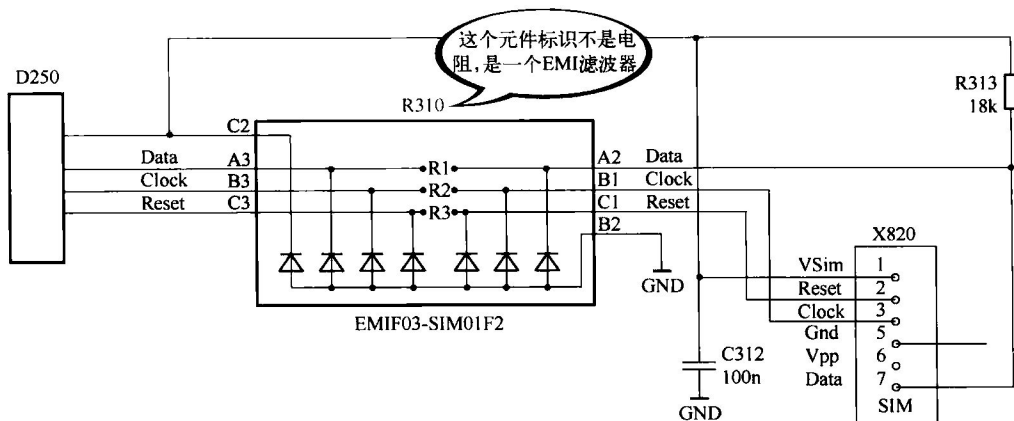

图 1.1 标识为“R”的元件不一定是电阻
1. 在某些时候,以“R”来标识的元件不一定是电阻,需注意相应元件的图形符号(参见图 1.1)。